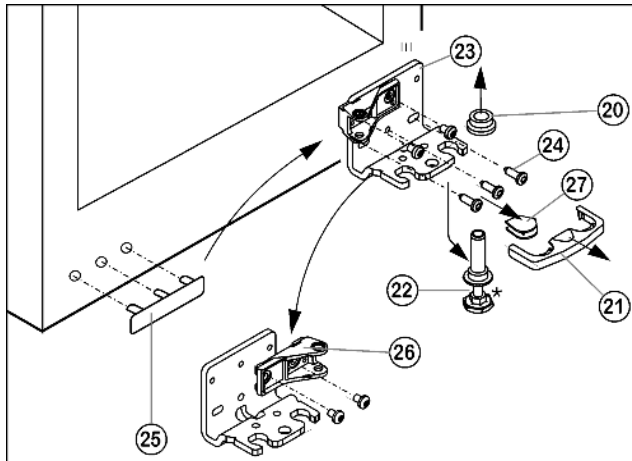

Fig. 7
- Pojistku Fig. 7 (21) stáhněte dopředu.
- Kryt Fig. 7 (27) stáhněte.\*
- Seřizovací nožku Fig. 7 (22) zcela zašroubujte.
- Ložiskový čep Fig. 7 (22) vytáhněte dolů a dopředu. Přitom je třeba dávat pozor na pouzdro závěsu Fig. 7 (20).
- Stojan ložiska Fig. 7 (23) odšroubujte (3x Torx 25) Fig. 7 (24).
- Krytku na straně madla Fig. 7 (25) opatrně vytáhněte a přemístěte.
- Stojan ložiska Fig. 7 (23) na nové straně závěsu zase příp. přišroubujte pomocí akumulátorového šroubováku (s 4 Nm).
- Ložiskový díl Fig. 7 (26) odšroubujte a zase přišroubujte otočený o 180°.
- Kryt Fig. 7 (27) nasadíte na protilehlé straně.\*
- Pojistka (21) musí na stranách zapadnout do stojanu ložiska, aby ložiskový čep a tím i dveře byly zajištěny.
- Pojistku (21) zase nasadíte na stojan ložiska.
- Pouzdro závěsu Fig. 7 (20) nasadíte.